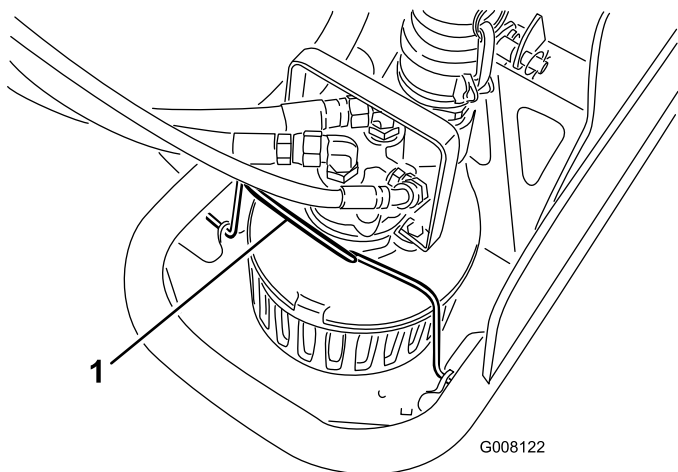
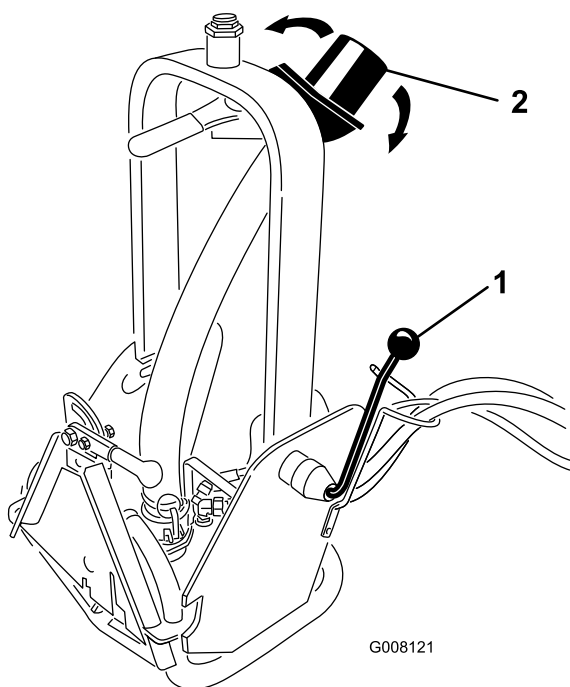

Figura 9
Figura 10
2. Asigurați-vă că atât clema pompei (Figura 9), cât și mânerul de blocare (Figura 10) sunt sigure înainte de a începe operarea.